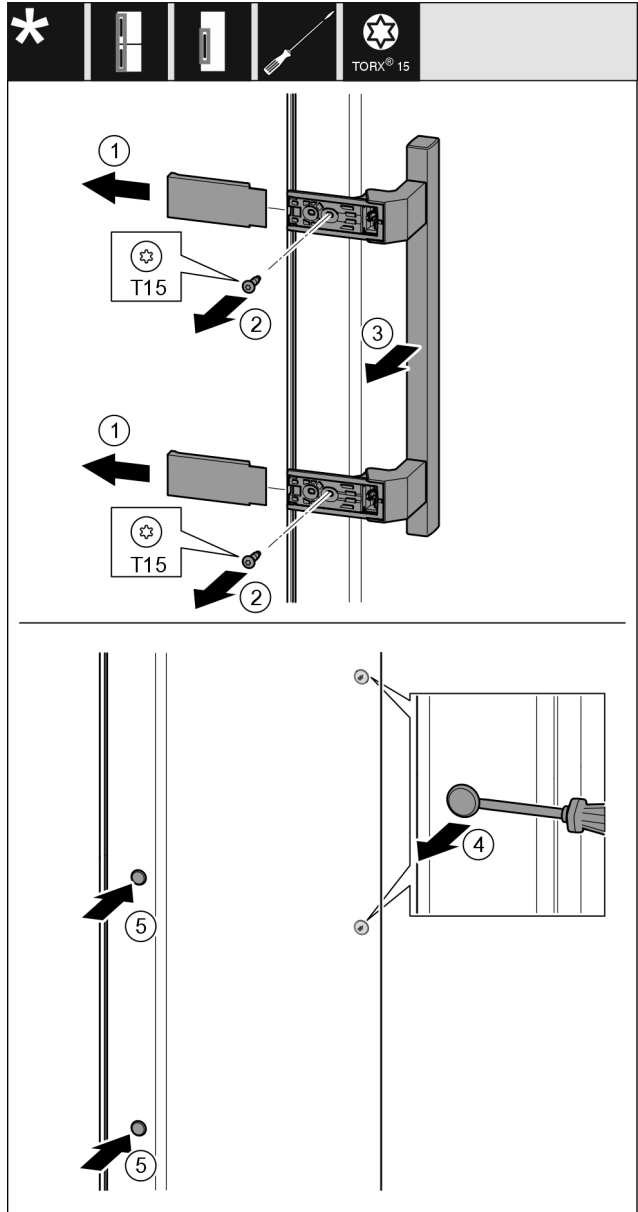

Fig. 25
- Hiqni kapakun mbulues Fig. 25 (1).
- Lironi vidat Fig. 25 (2) me një kaçavidë.
- Hiqni dorezën Fig. 25 (3).
- Ngrini lart me kujdes tapën anësore Fig. 25 (4) me një kaçavidë me kokë petë dhe nxirreni jashtë.
- Vendosni sërish tapën Fig. 25 (5) në anën tjetër.